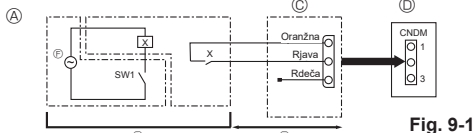

Fig. 9-1
9.1. Način tihega delovanja (spreminjanje na mestu) (Fig. 9-1)